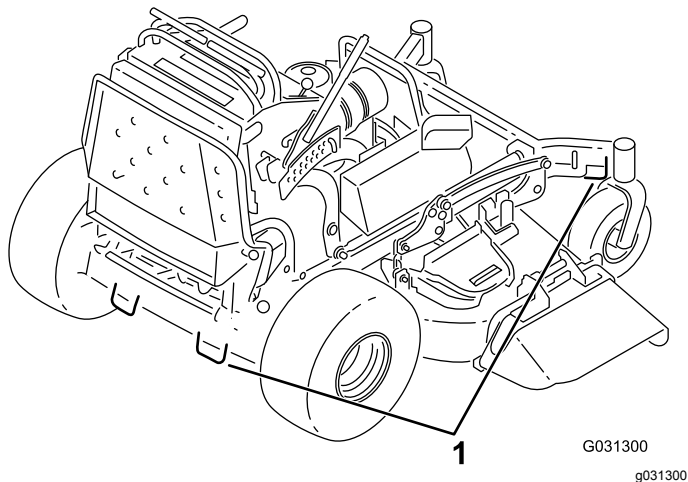

Bild 31
7. Vergurten Sie die Maschine in der Nähe der vorderen Laufräder und der hinteren Stoßstange mit Riemen, Ketten, Kabeln oder Seilen (Bild 31). Halten Sie die örtlichen Vorschriften für die Vergurtung ein.